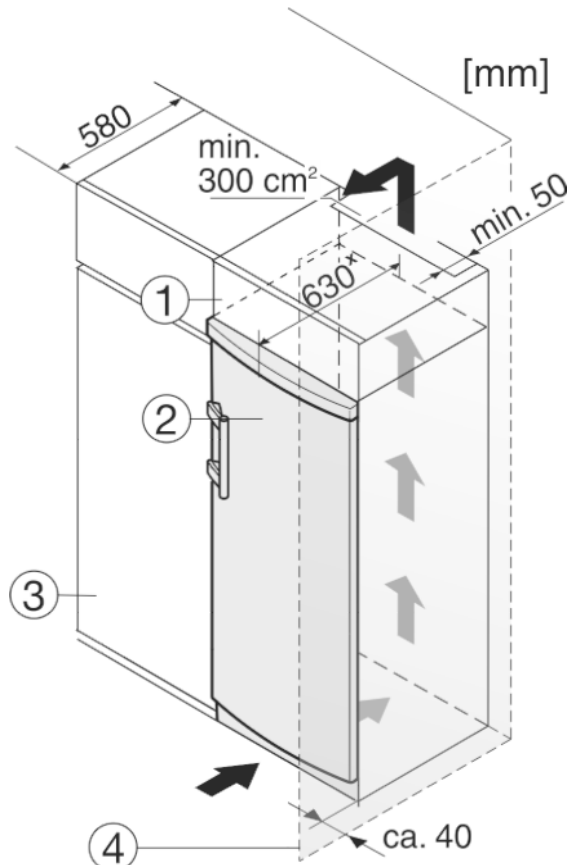

Fig. 9
- (1) Шкаф-пристройка
- (2) Уред
- (3) Кухненски шкаф
- (4) Стена
Уредът може да е обграден с кухненски шкафове. За да изравните височината на уреда *Fig. 9 (2)* с височината на вградената кухня, над уреда може да се постави шкаф-пристройка *Fig. 9 (1)*.
При вграждане с кухненски шкафове (дълбочина макс. 580 мм), уредът може да се постави директно до кухненския шкаф *Fig. 9 (3)*. Отстрани уредът е издаден на 34 мм*, а в средата на уреда - на 50 мм* спрямо предната страна на кухненския шкаф.
Когато уредът се постави с шарнири близо до стена *Fig. 9 (4)*, разстоянието между уреда и стената трябва да бъде поне 40 мм. Това е разстоянието, на което дръжките излизат напред при отворена врата.